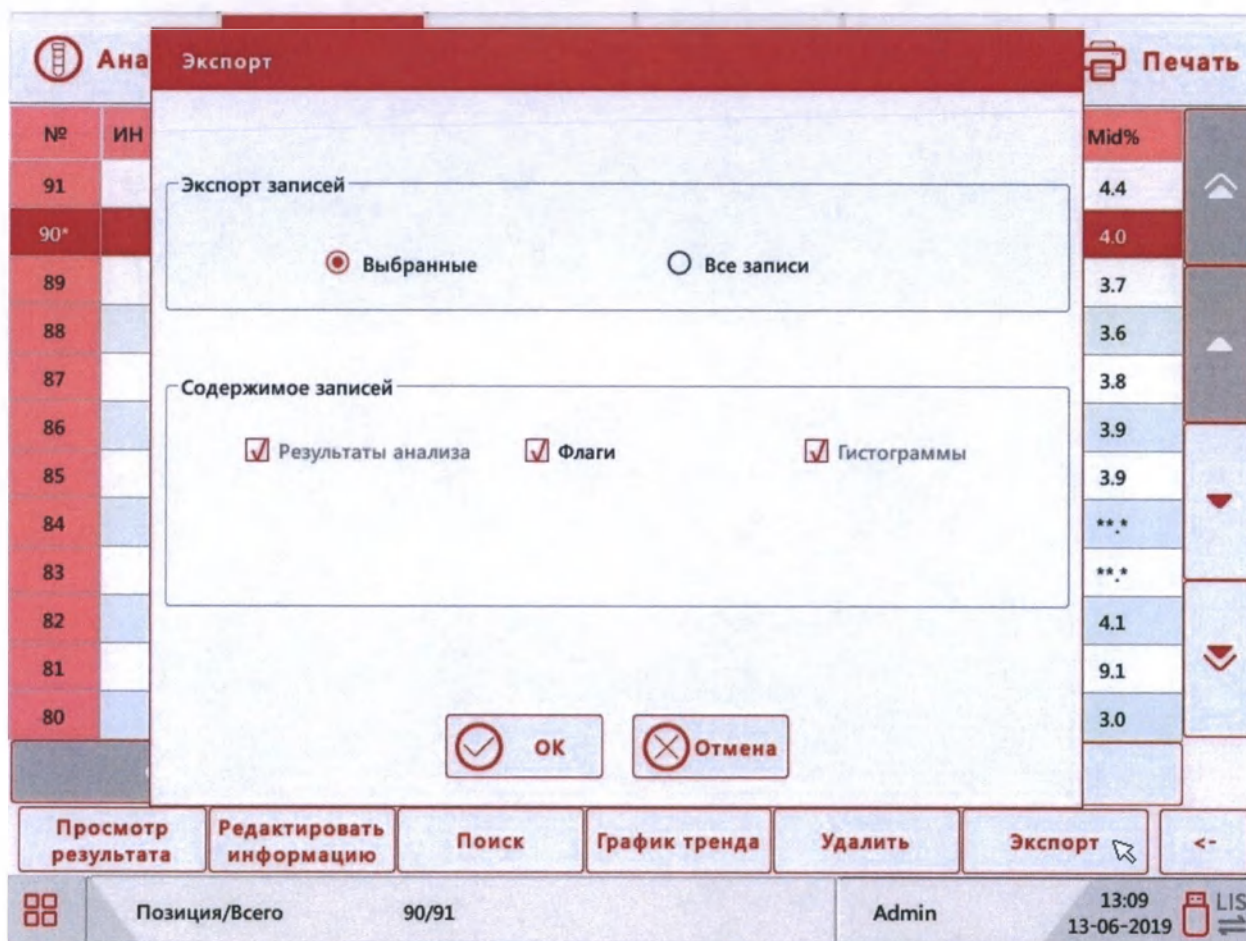

Рис.6.2-8 Окно выбора записей для экспорта
- 2) Нажмите кнопку **«Экспорт»**, и на экране появится следующее окно (Рис.6.2-8).